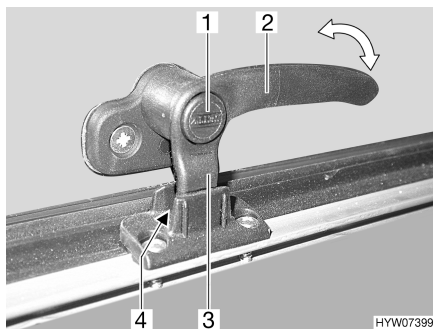

Fig. 12 Levier de verrouillage en position "Aération permanente"
- En position "Aération permanente" (Fig. 12)
- Enfoncer le bouton de sécurité (Fig. 12,1) et le maintenir enfoncé.
- Tourner le levier de verrouillage (Fig. 12,3) d'un quart de tour vers le centre de la fenêtre.
- Remettre le levier de verrouillage en position initiale. Le tenon de verrouillage (Fig. 12,3) du levier de verrouillage doit pénétrer alors dans le logement prévu à cet effet dans le verrouillage de fenêtre (Fig. 12,4).
- Relâcher le bouton de sûreté (Fig. 12,1).